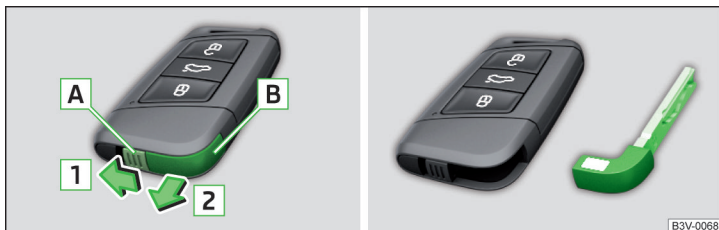

Fig. 242 Scoaterea cheii de urgență
- Deblocați elementul de fixare **A** în sensul săgeții **1** și scoateți cheia de urgență **B** în sensul săgeții **2** » fig. 242.